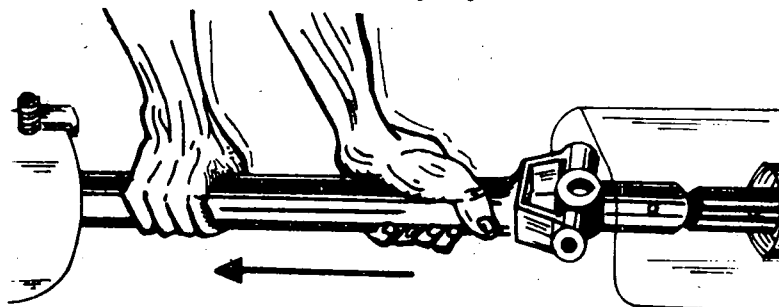

Fig. 2
- b Desacople o eixo cardan (fig. 2).